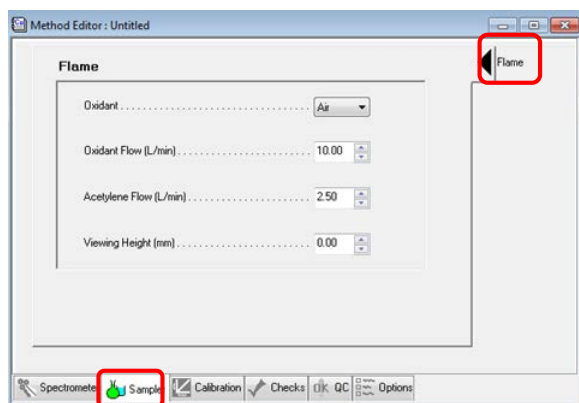

Fig. 17
3.2.4 Set parameters for **sampler**: use the default parameters (fig.17).